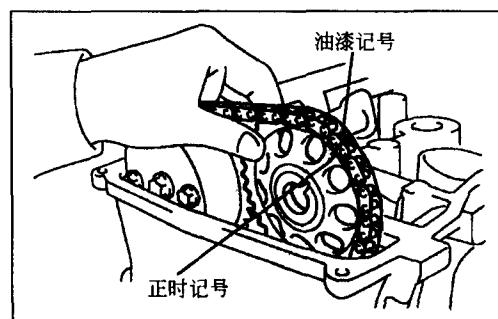

图 1-19
(17)把2号凸轮轴放到缸盖上,并使链条的油漆记号对上正时链轮的正时记号,如图1-19所示。